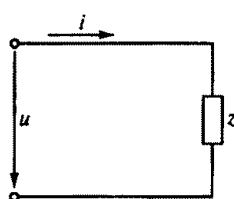

Рис. 101
3.57.Р. В схеме цепи на рис. 101 мгновенные значения напряжения и тока соответственно составляют $u = 100 \sin(\omega t + 75^\circ)$, $i = 2 \sin(\omega t + 120^\circ)$. Каковы активная и реактивная мощности в этой цепи?